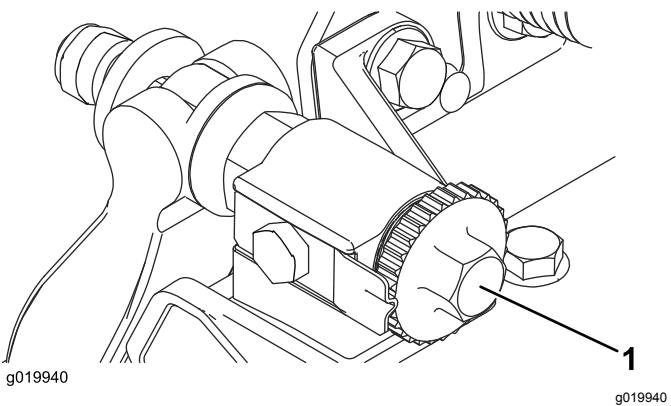

Figura 8
- Coloque la unidad de corte en una superficie de trabajo plana y nivelada. Gire los tornillos de ajuste de la barra de asiento en el sentido contrario a las agujas del reloj para asegurarse de que la barra no esté en contacto con el molinete (Figura 8).